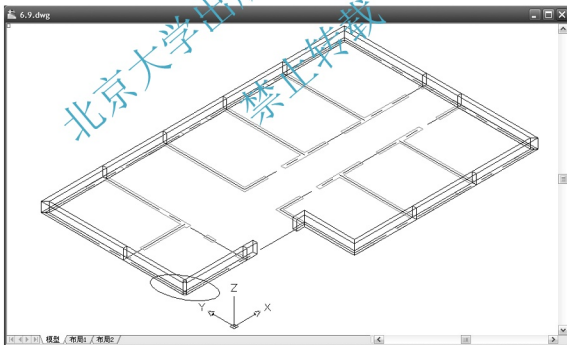
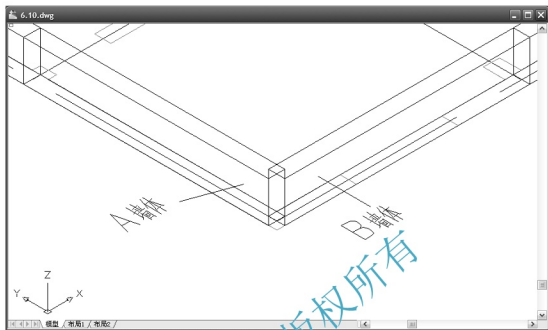
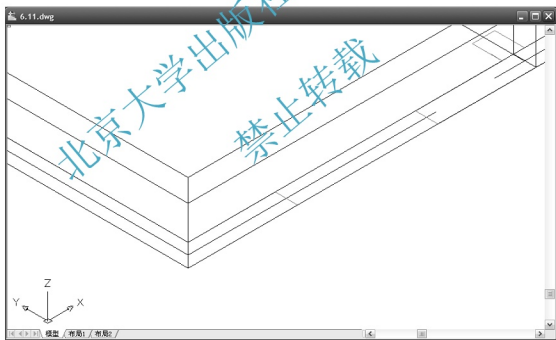

图 6.9 生成勒脚部位的墙
图 6.10 墙的转角处
图 6.11 连接转角处的墙体
- (5) 用相同的方法生成其他勒脚部分的墙，结果如图 6.9 所示。
- (6) 将图 6.9 内圆圈所示部分放大，结果如图 6.10 所示，可以发现建筑的转角处存
(7) 输入“Pe”后按 Enter 键,启动多段线编辑命令。
- ① 在选择多段线或 [多条(M)]: 提示下,选择图 6.10 中的 A 墙体。
- ② 在输入选项 [闭合(C)/合并(J)/宽度(W)/编辑顶点(E)/拟合(F)/样条曲线(S)/非曲线化(D)/线型生成(L)/反转(R)/放弃(U)]: 提示下,输入“J”后按 Enter 键。
- ③ 在选择对象: 提示下,选择图 6.10 中的 B 墙体,按 Enter 键结束命令,结果如图 6.11 所示。